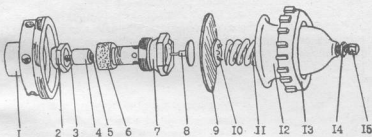

Рис. 2. Редуктор высокого давления:
3. Ослабить контргайку 14 (рис. 2) и вывернуть регулировочный винт 15 из крышки редуктора 12. (Ключи гаечные 17, 22 мм).
- Вставить в седло клапана 7 (рис. 2) клапан 4 с уплотнителем 5 в сборе, пружину 3 и одеть фильтрующий элемент 6. Клапан должен ходить в седле свободно.